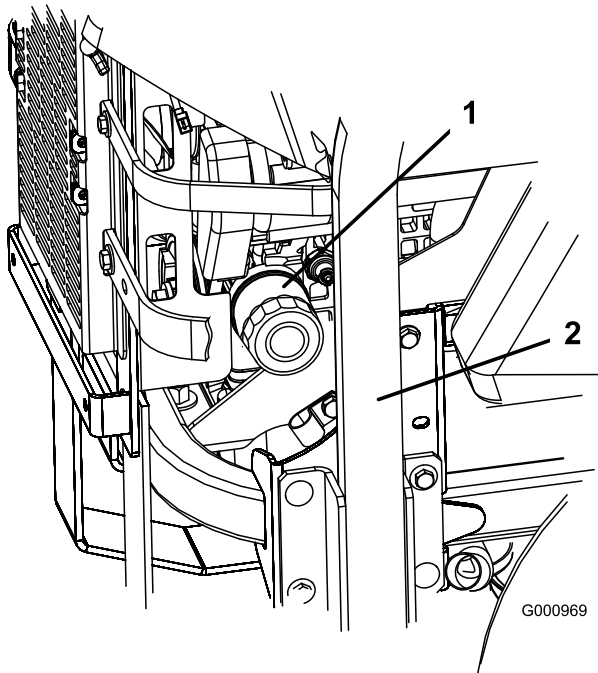
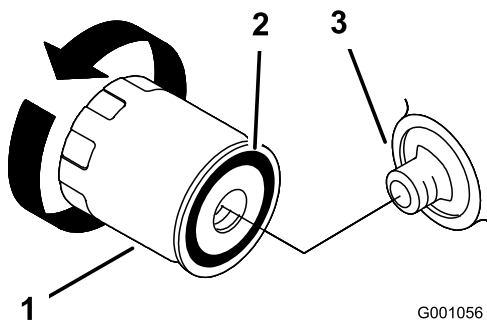

Bild 41
Bild 42
2. Drehen Sie den Ölfilter zum Entfernen nach links (Bild 41 und Bild 42).